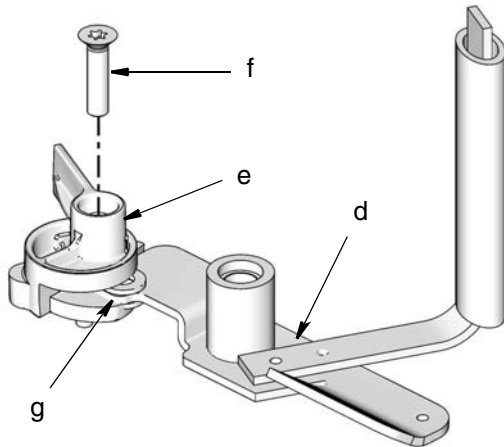

FIG. 6
- a. Retirer le boulon (f) et les rondelles (g) tenant le levier de bas niveau (e) du levier de commande (d) et séparer complètement ces pièces du levier de commande. Conserver le boulon et les rondelles pour le réassemblage (FIG. 6).